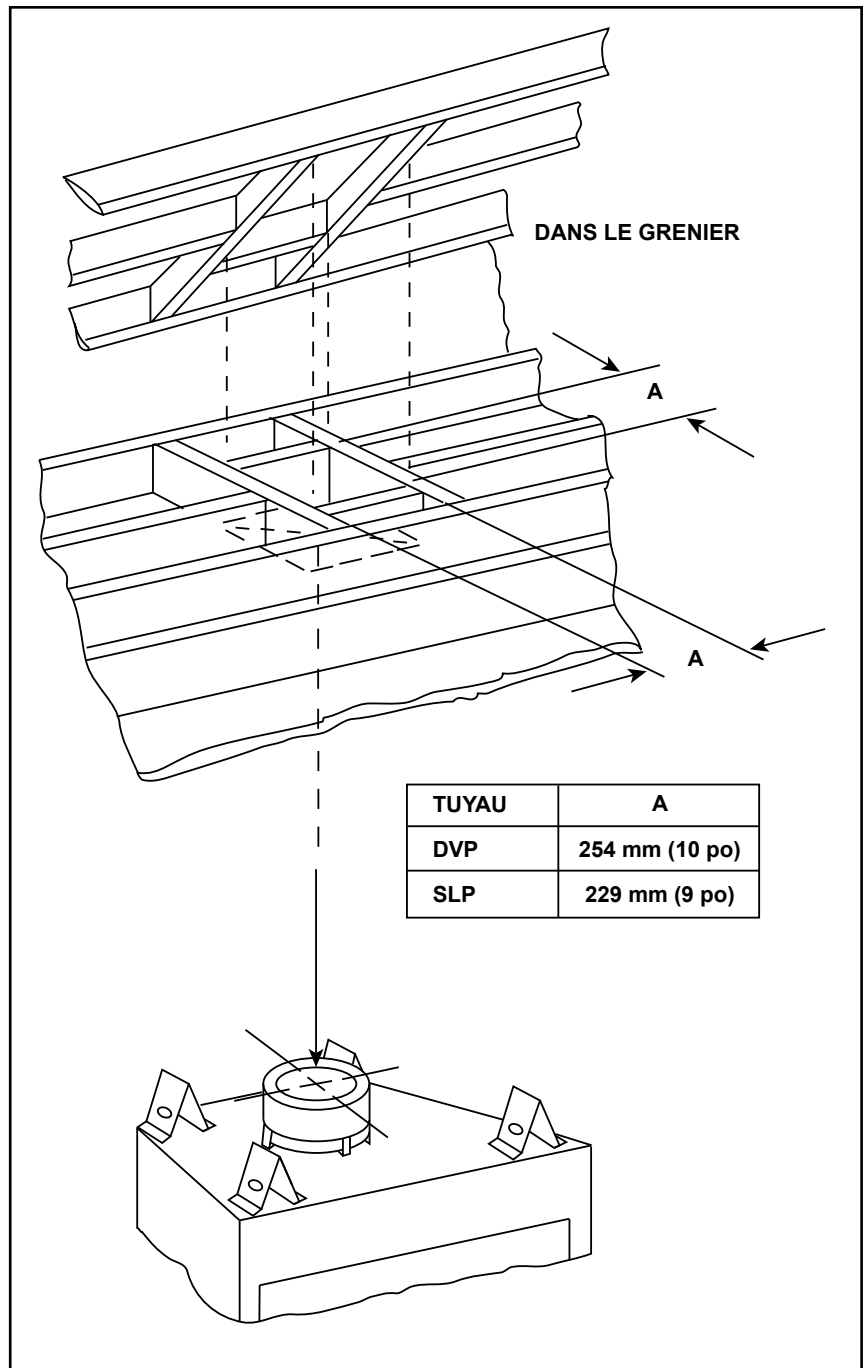

Figure 5.3 Installation du pare-feu du plafond
- **Conduite DVP seulement** – Coffrez une ouverture de 254 x 254 mm (10 x 10 po) chaque fois que le conduit d'évacuation des gaz traverse un plafond/plancher (voir la figure 5.3).
- **Conduite SLP seulement** – Cadrez une ouverture de 229 x 229 mm (9 x 9 po) chaque fois que le conduit d'évacuation des gaz traverse un plafond/plancher (voir la figure 5.3).